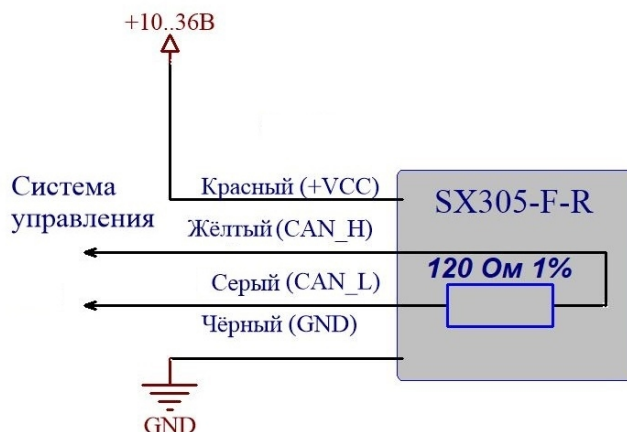

Рисунок 5: Оконечное включение в CAN шину.
7. Для окончного включения в шину CAN используется датчик исполнения SX305-F, схема включения которого показана на Рисунок 5. Датчик исполнения SX305-F имеет встроенный оконечный резистор номиналом 120 Ом. Аналогичный резистор необходимо устанавливать на другом конце CAN шины — на стороне управляющего контроллера.